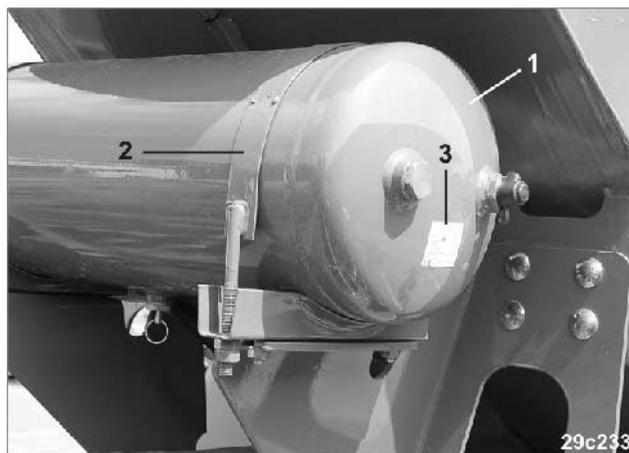

Рис. 46
Ресивер (Рис. 46/1):
- не должен двигаться в хомутах (Рис. 46/2);
Фирменная табличка с указанием типа (Рис. 46/3) не должна: